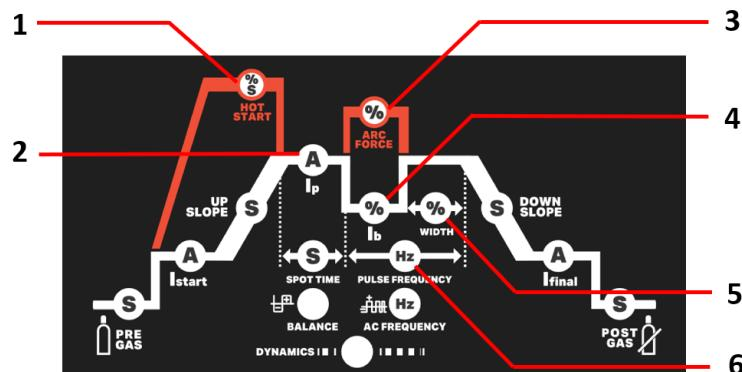

Fig. 2 – Paramètres MMA
**Soudage MMA****Pour TP 204 ACDC** (Voir les Article de la Fig. 2)
Ajustez la valeur du courant au diamètre de l'électrode et à l'épaisseur de la tôle à souder (Fig.2 - 2), selon le tableau suivant, pour régler les machines en fonction de l'électrode à utiliser et pour commencer le soudage.